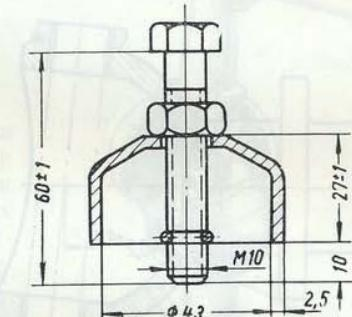

Рис. 168. Съемник шкворней
16. Вынуть шкворни при помощи съемника (рис. 168) и снять корпус поворотного кулака.